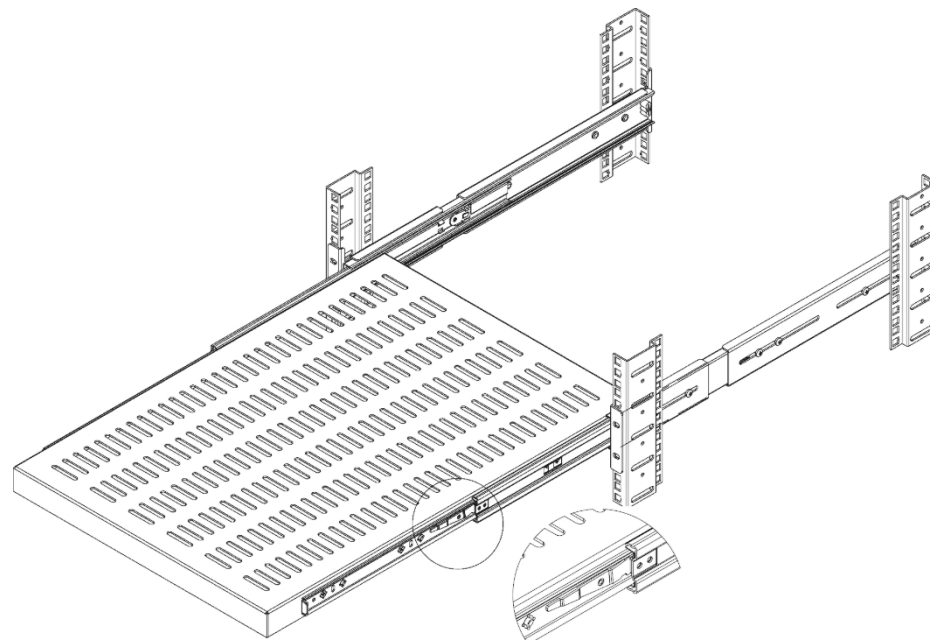

Abbildung 2
9. Um den **Schieberegale** wieder in Position zu bringen, betätigen Sie beide **Entriegelungshebel** (siehe Abbildung 2) gleichzeitig und **schieben** Sie das **Schieberegale** vorsichtig wieder in das **Rack**.
10. (Optional) Um den **Schiebeboden** zu entfernen, **fahren** Sie den **Schiebeboden vollständig aus**, und bringen Sie die **Entriegelungshebel** (siehe Abbildung 2) an den Seiten des **Schiebebodens** in Position. Betätigen Sie beide **Entriegelungshebel** gleichzeitig und **ziehen** Sie den **Einlegeboden** aus den **Schienenbaugruppen** heraus. Wiederholen Sie **Schritt 6**, um den **verschiebbaren Fachboden** zu installieren.